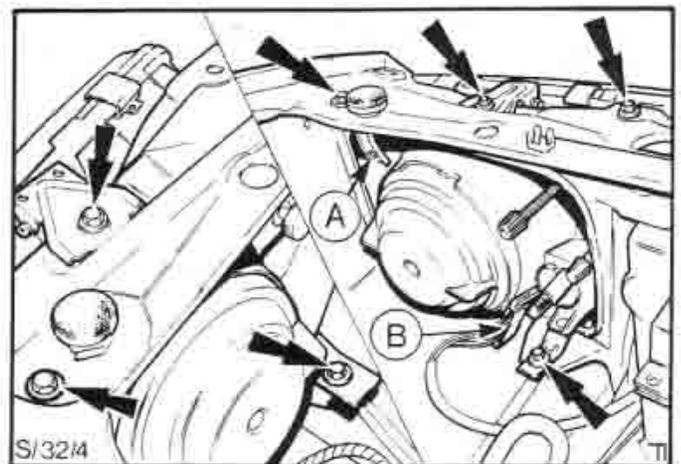

Fig. 3. Tornillos de retención:
2. Desenganche el conector del enchufe múltiple, fig. 3 "B", del cableado protegido, halando del mismo.
3. En las versiones de serie "L", el conjunto de faro está sujeto mediante tres tornillos, fig. 3, en las series altas, el conjunto de faro incorpora la luz de conducción auxiliar y se sujeta con cuatro tornillos, fig. 3, en los dos tipos, se facilita la extracción bajando la abrazadera deslizante por detrás del conjunto.